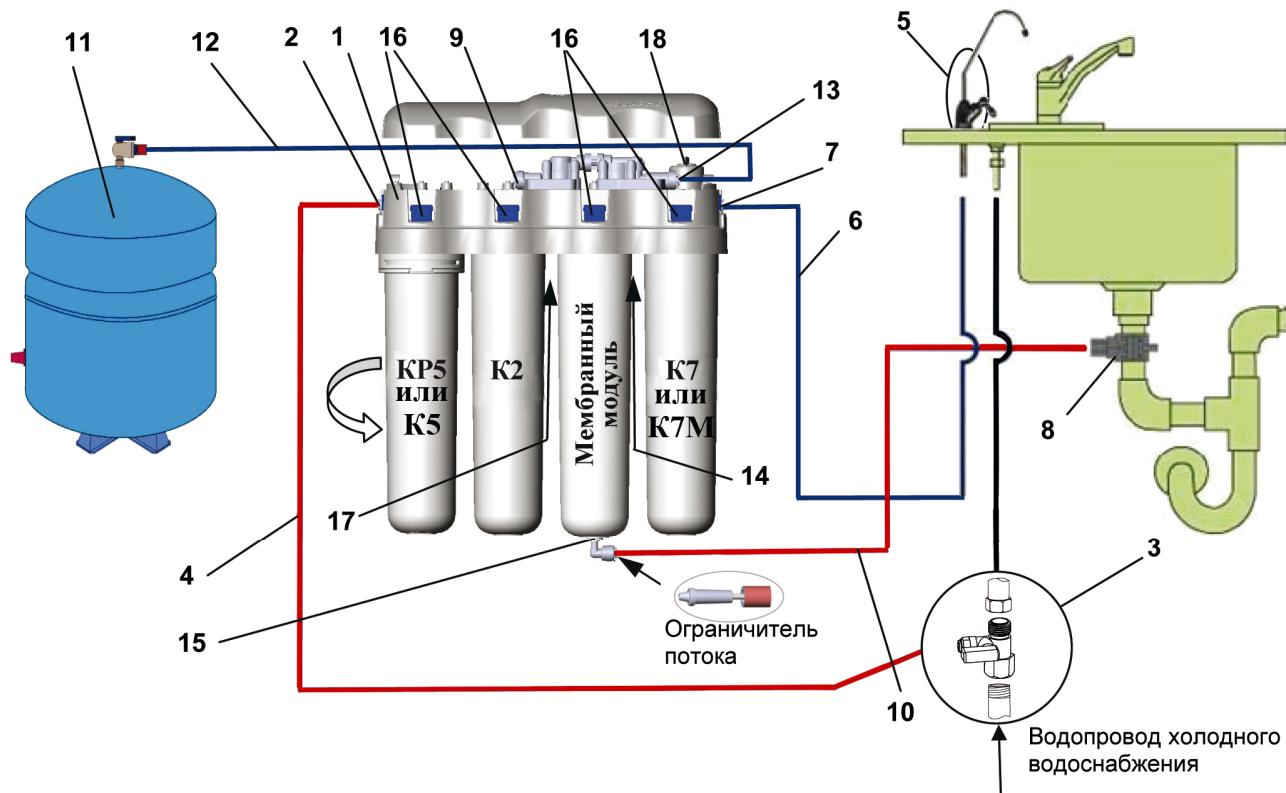

Рисунок 7. Схема установки водоочистителя
Ограничитель потока должен находиться со стороны мембранныго модуля (рис. 7).
Порядок установки модулей изображен на рис. 7.
## Установка водоочистителя (рис. 7)
- Вместо мембранных модуля устанавливается заглушка (находится под крышкой водоочистителя – см. рис.7 поз. 18). Установите модули в последовательности, указанной на рис. 8: K2, KP5 (K5), заглушка, K7 (K7M).
- Установите модули на свои места (см. рис. 7)
- Нажав до упора и удерживая стопорную кнопку (16) (см. рис. 7), поверните использованный фильтрующий модуль против часовой стрелки и снимите его.
- нажав до упора и удерживая стопорную кнопку на крышке водоочистителя, выкрутите использованный фильтрующий модуль против часовой стрелки (рис. 7);
- вставьте модуль в блок коллекторов до упора и, слегка надавливая, поверните модуль по часовой стрелке до щелчка (рис. 7);